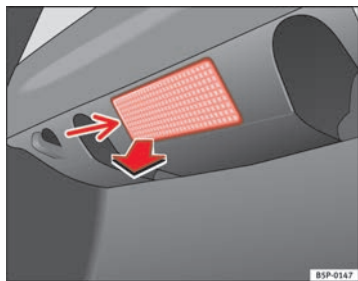

Fig. 152 Luz maletero
- Extraiga la tulipa haciendo presión sobre el borde de la parte interior de la misma -flecha- con ayuda de un destornillador por su parte plana ⇒ fig. 152.